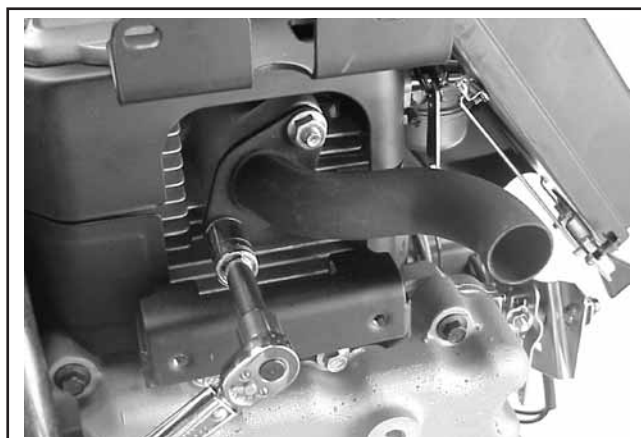

Figure 11-62. Installation du tuyau d'admission du silencieux.
- Installer le nouveau joint d'échappement, le collecteur d'échappement ou le tuyau d'admission du silencieux sur les goujons d'orifice d'échappement. Installer les écrous hexagonaux à brides et serrer au couple de 24,4 N·m (216 in. lb.). Voir la figure 11-62.